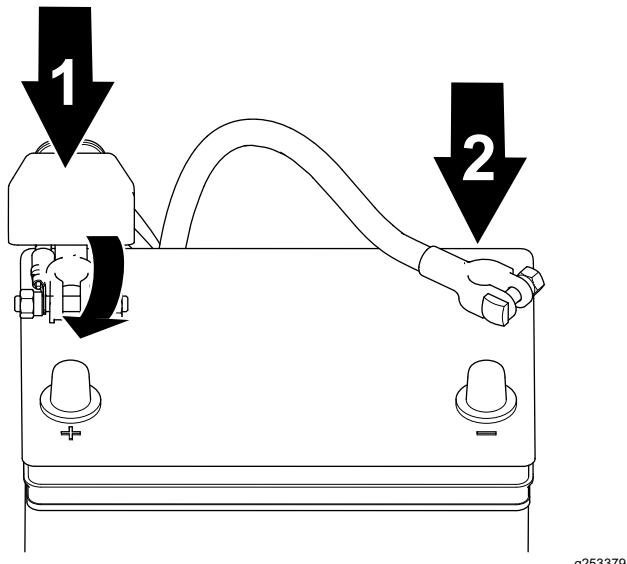

Bild 41
1. Schließen Sie das Pluskabel des Akkus an und ziehen Sie die Mutter der Akkuklemme an (Bild 41).
2. Schließen Sie das Minuskabel des Akkus an und ziehen Sie die Mutter der Akkuklemme an (Bild 41).